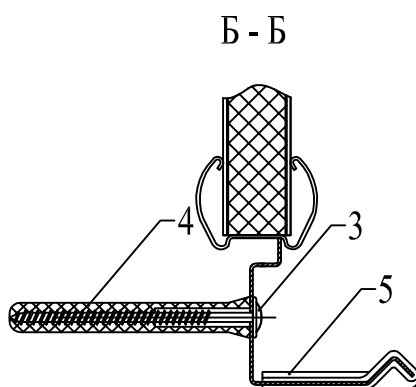

Рис.3
2. Устанавливаем в верхний паз лотка полотно (1), выравниваем его и по отверстиям в верхней части размечаем места сверловки. Затем, убрав полотно повторяем операцию сверловки с теми же параметрами, что и в п.1 и закрепляем полотно на стене (Рис.3).